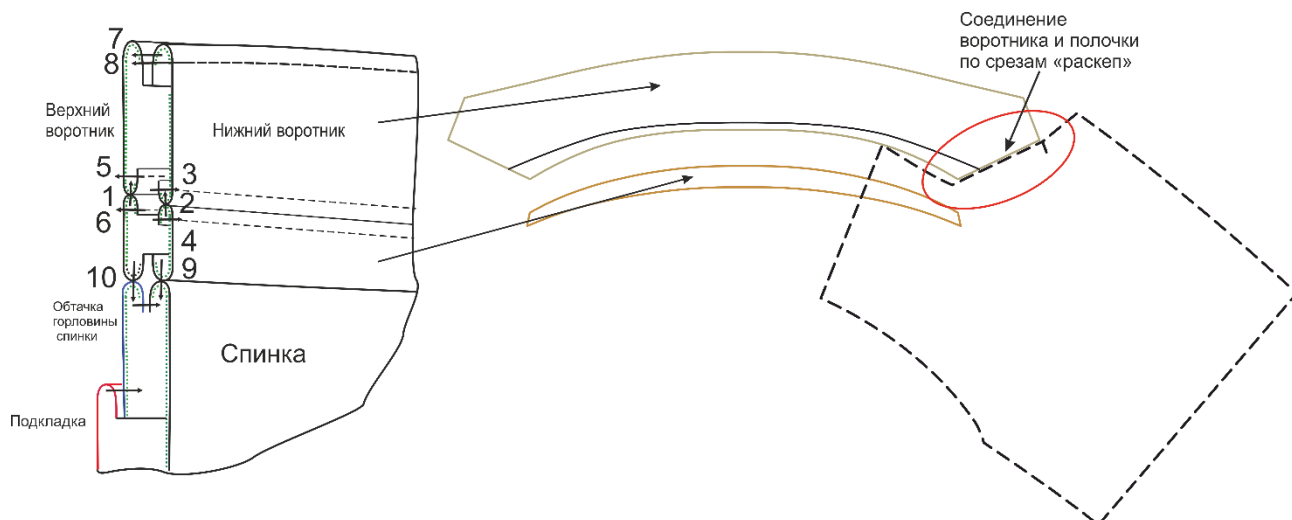

Рис. 6
7. Притачайте стойку верхнего воротника к верхнему воротнику, а стойку нижнего вороника к нижнему вороннику. Припуски швов разутюжьте и расстрочите (Строчки 1,2,3,4,5,6, рис. 6).